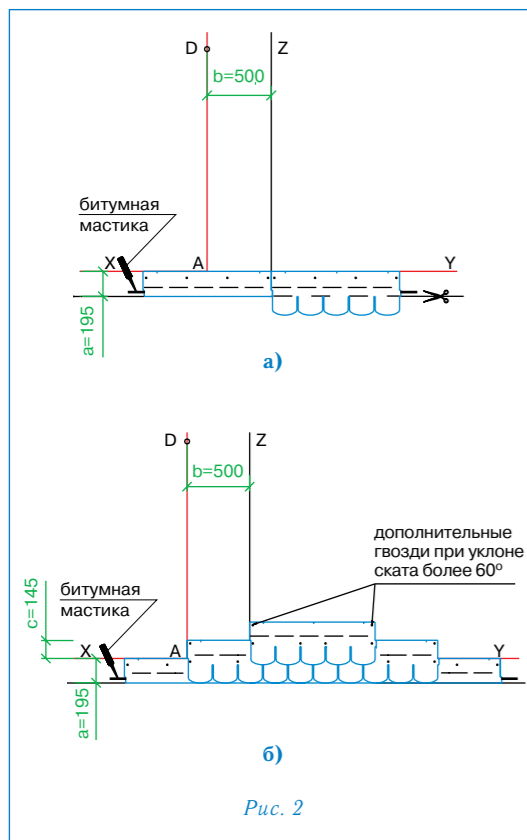

Рис. 2
Укладка материала (рис. 2)
- Начальный ряд формируется из листов черепицы АНТИК обрезанных по линии, образованной конечными точками вырезов. Полученные таким образом полосы шириной 19,5 см укладываются по линии карниза в обе стороны от линии Z (рис. 2а) и фиксируются по нижнему краю битумной мастикой, а по верхней кромке 4 гвоздями (ось гвоздей на 5 см ниже верхнего края полосы);
- далее первый ряд черепицы укладывается от линии AD (рис. 2б);
- второй ряд укладывается от линии Z (со смещением 50 см от AD) (рис. 2б);